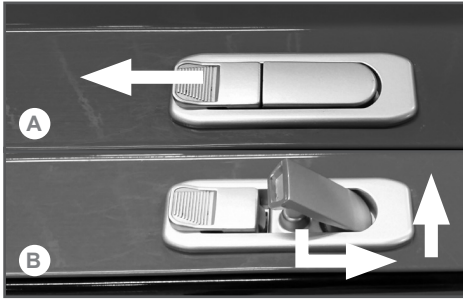

Рис. 7 Замок верхней панели
2. Поднимите верхнюю панель генератора. Для этого сдвиньте влево стопор замка верхней панели (Рис.7А), затем поверните ручку замка против часовой стрелки и поднимите верхнюю панель генератора за ручку зам-
ка вверх (Рис. 7В).